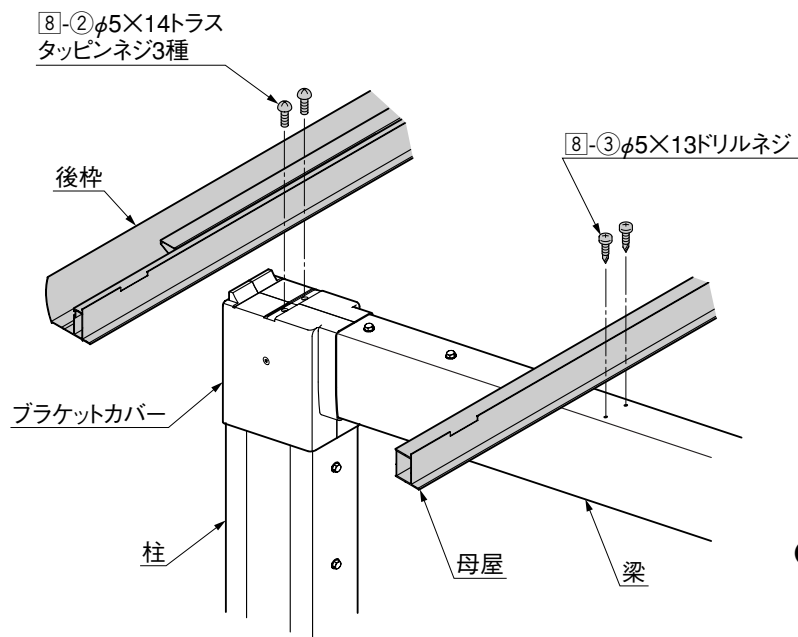

図3-1
① 後枠をブラケットカバーに[8]-②で取付けてください。(図3-1参照)